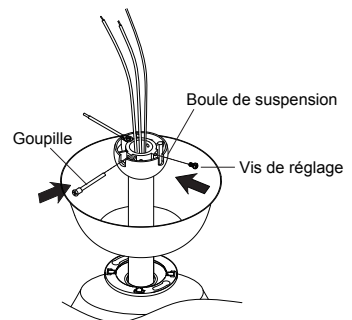

Fig. 9
**Étape 6.** Réinstaller soigneusement la bille de suspension sur la tige de suspension comme suit. Acheminer les fils à travers la boule de suspension. Positionner la goupille à travers les deux trous de la tige de suspension et aligner la bille de suspension de façon à ce que la goupille soit capturée dans la rainure sur le dessus de la bille de suspension. Tirer la bille de suspension bien serrée contre la goupille. Serrer fermement la vis de blocage dans la bille de suspension. Une vis de blocage desserrée peut faire osciller le ventilateur (Fig. 9).